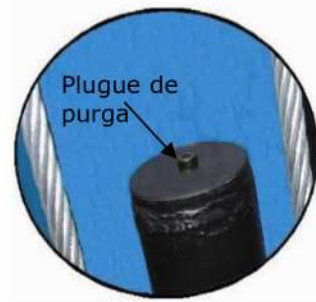

Fig. 55
3. Purga de ar do cilindro de óleo (Ver Fig. 55)